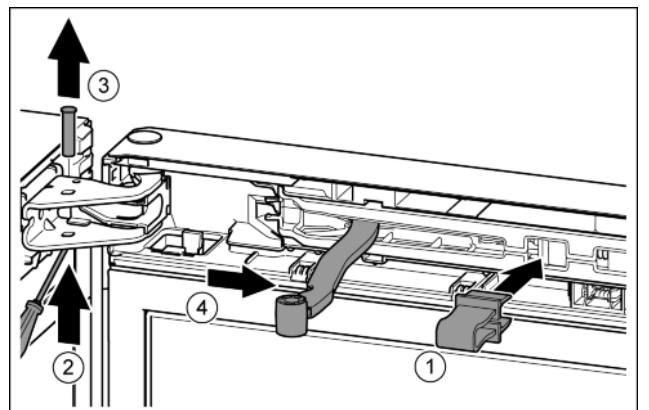

Fig. 7
- Зафіксуйте запобіжник в отворі. *Fig. 7 (1)*
- Виштовхніть палець за допомогою викрутки. *Fig. 7 (2)*
- Вийміть гвинт рухом нагору. *Fig. 7 (3)*
- Поверніть шарнір у напрямку дверця. *Fig. 7 (4)*